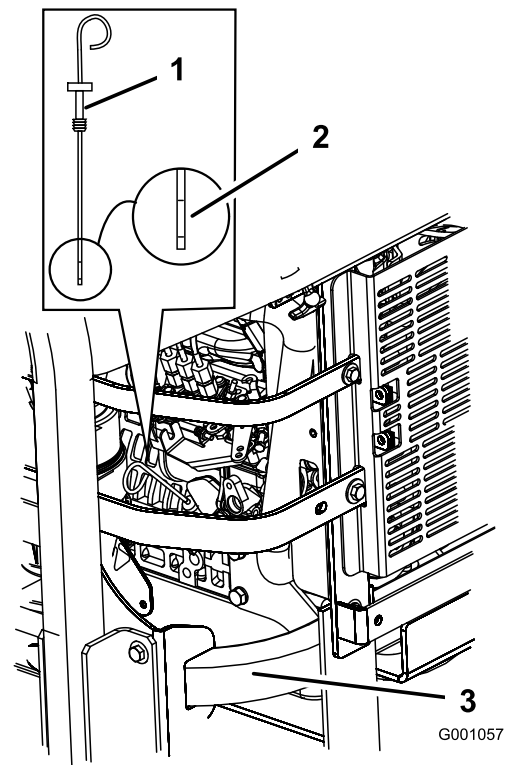

Bild 35
3. Reinigen Sie den Bereich um den Ölpeilstab herum (Bild 35), damit kein Schmutz in den Einfüllstutzen gelangen und so den Motor beschädigen kann.
4. Ziehen Sie den Ölpeilstab heraus und wischen das Metallende ab (Bild 35).
5. Schieben Sie den Ölpeilstab vollständig in den Einfüllstutzen. Ziehen Sie den Peilstab wieder heraus und prüfen Sie das Metallende (Bild 35). Gießen Sie bei niedrigem Ölstand nur so viel Öl langsam in den Einfüllstutzen, dass der Ölstand die Voll-Marke erreicht.